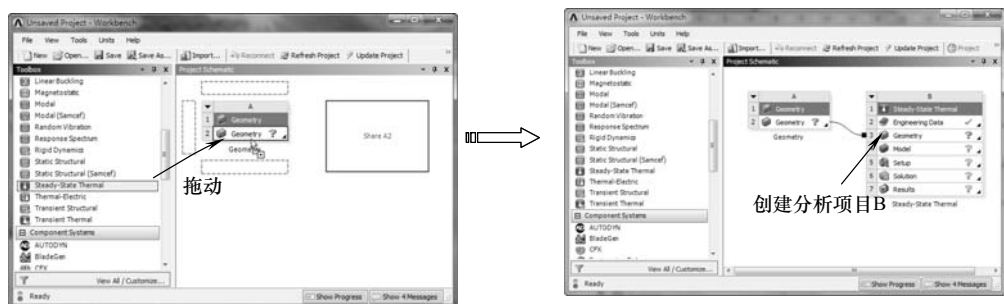

图 12-59 创建分析项目 B
4) 在【Toolbox (工具箱)】中【Analysis Systems】下的【Steady-State Thermal】选项上按住鼠标左键，拖动到【Project Schematic (项目管理区)】分析项目 A 中的 A2 上，当 A2 呈红色高亮显示时，释放鼠标创建分析项目 B，如图 12-59 所示。